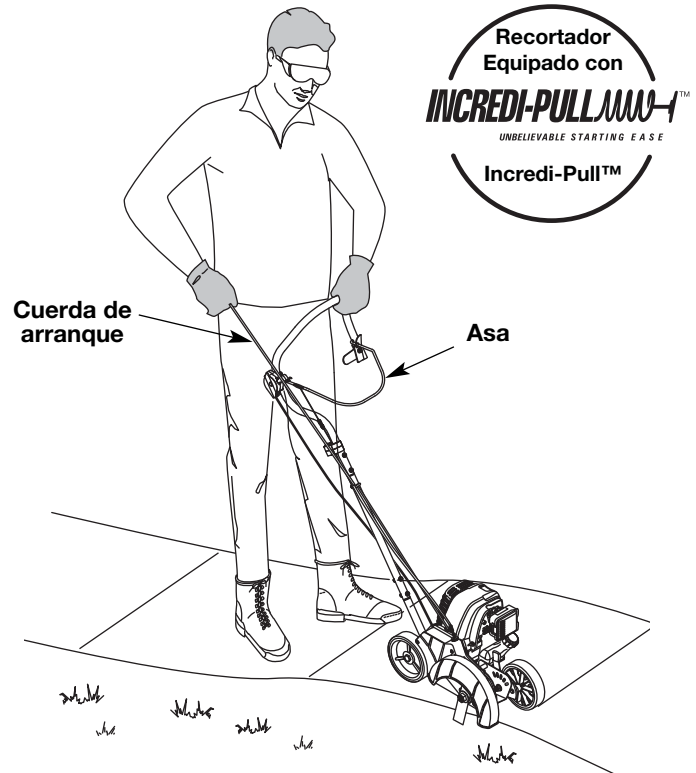
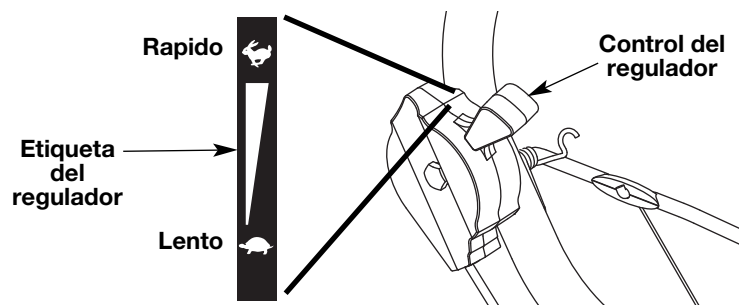

Fig. 14
Fig. 15
4. Párese en la posición de arranque (Fig. 14) y asegúrese de que el control del regulador (Fig. 15) esté en la posición LENTO (☞).
NOTA: No conecte el asa mientras tire de la cuerda de arranque (Fig. 14) o la unidad no arrancará.
2. Levante el asa (Fig. 14) y manténgala apretada contra la manija de la unidad